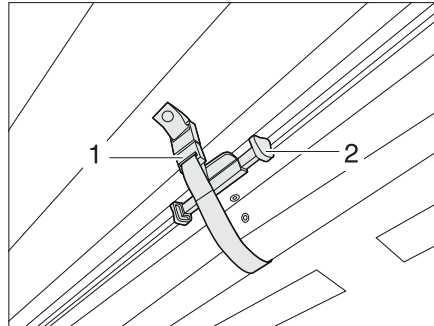

Bild 16 Sicherung der faltverdunklung Frontscheibe
- Die faltverdunklung für die Frontscheibe mit dem Griff (Bild 16,2) nach oben schieben, bis sie einrastet. Mit der Verschlusschlaufe (Bild 16,1) sichern. Die faltverdunklung ist gesichert.